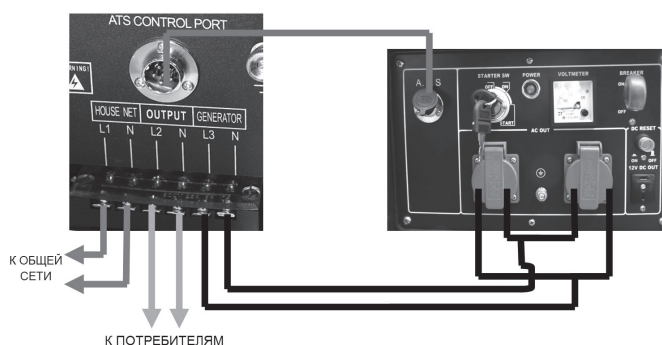

Рис.14
Схема подключения блока А.Т.С. показана на Рис.14.
После подключения блока А.Т.С. согласно схеме (Рис.14), установите выключатель блока (1) Рис.12 в положение AUTO.